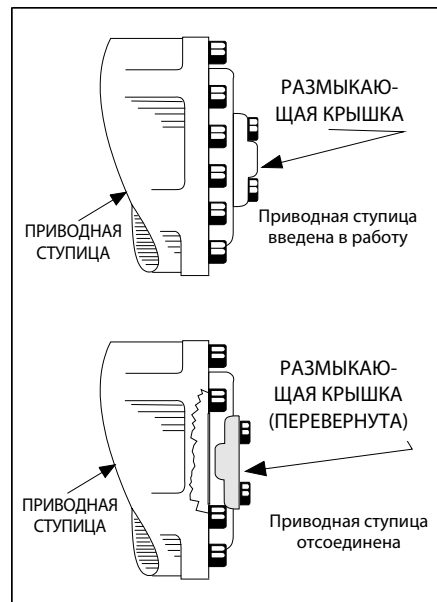

Рис. 4–5. Ступица, отсоединяющая привод
2. Отсоедините приводные ступицы, перевернув размыкающие крышки. (См. Рис. 4–5.) После буксировки машины, выполните следующие действия.
3. Присоедините приводные ступицы, перевернув размыкающие крышки. (См. Рис. 4–5.)